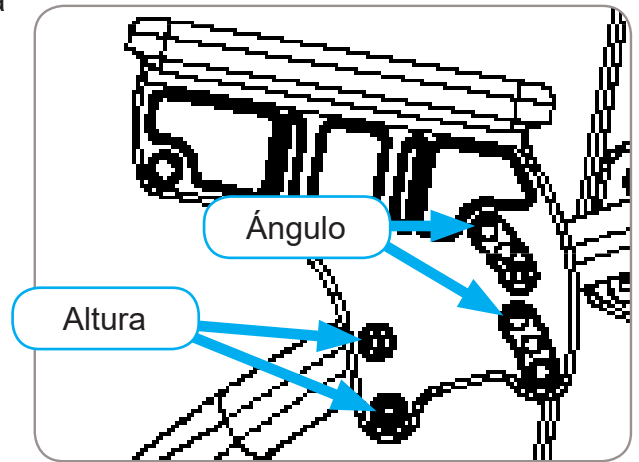

Figura 28
1. Retire los tornillos de la cabeza del botón trasero (2). Se requiere una llave hexagonal de 4 mm. Referencia figura 28.